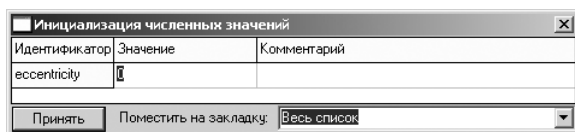

Рис. 2.123. Диалоговое окно **Инициализация численных значений** после щелчка по кнопке **Принять**
- щелкните в диалоговом окне **Редактирование выражения** по кнопке **Принять**. Появится диалоговое окно **Инициализация численных значений**, см. рис. 2.123;